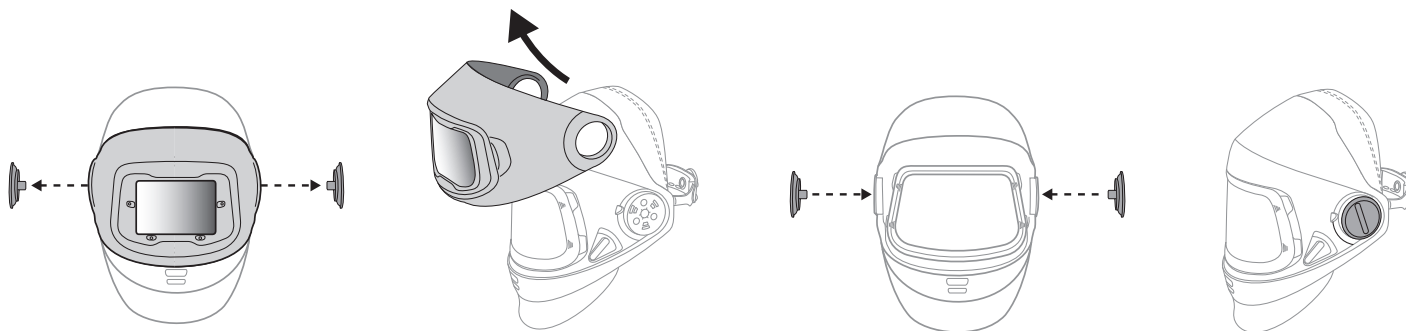

Fig. 9
b. Retira el protector externo para soldar y vuelve a colocar las perillas de giro (Fig. 9).